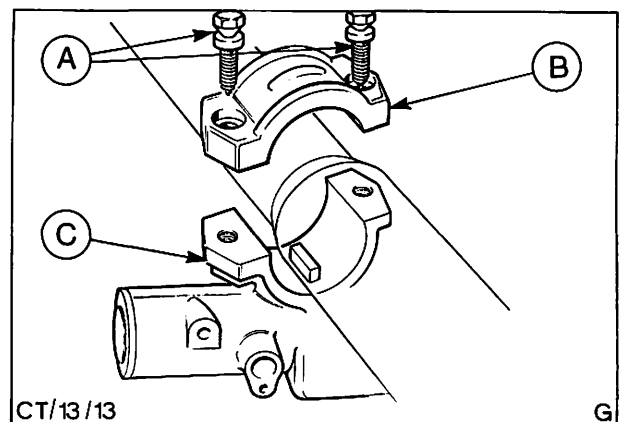

Abb. 74 A = Befestigungsschrauben (Abscherbolzen)
20. Lenk-Zünd-Startschloß auf Mantelrohr aufsetzen. darauf achten, daß der Führungsstift in der Bohrung des Mantelrohres sitzt, siehe Abb. 74.